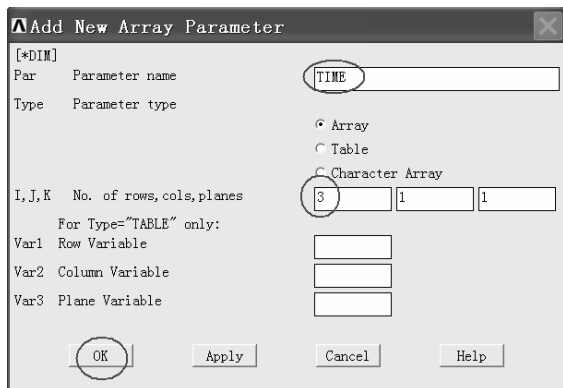

图 5-12 “Add New Array Parameter” 窗口
(2) 单击“Array Parameters”窗口中的“Add...”按钮, 弹出“Add New Array Parameter”窗口(见图 5-12)。在“Parameter name”后的方框中输入“TIME”, 即给数组取个名字; 在“No. of rows, cols, planes”后的第一个方框中输入“3”, 表示该数组中有 3 个元